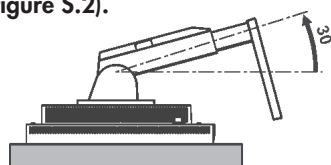

Figure S.2
4. Ajustez le support à un angle de 30 degrés **(figure S.2).**